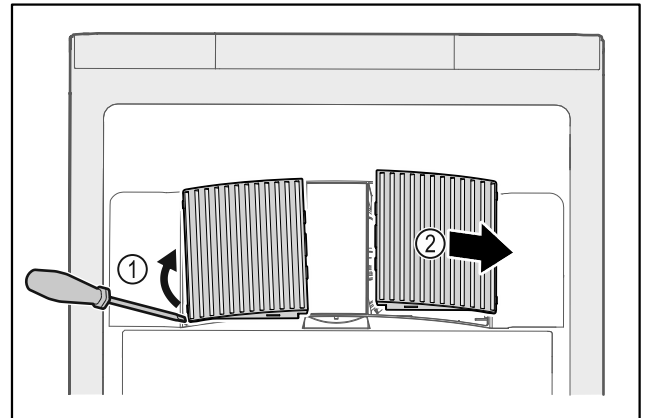

Fig. 58
- ▶ Opatrne vytiahnite kryty ventilátorov z bočnej strany Fig. 58 (1) a vyberte ich smerom dopredu Fig. 58 (2).